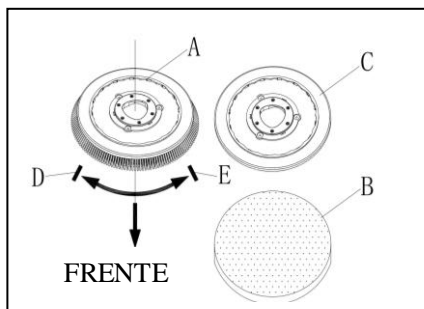

Figura 5
Instale o suporte da escova (A, Figura 5) ou esponja (B e C, Figura 5) de acordo com o tipo de chão a ser limpo.
1. Certifique-se que o interruptor power (45) está desligado na posição "o".
2. Levante o tanque (25) erguendo o guidão (2).
3. Rode o suporte da escova (A, Figura 5) ou esponja (B/C, Figura 5) para a direita (direção da seta D, Figura 5) para instalar no suporte.
4. Rode o suporte da escova ou esponja para a esquerda (direção da seta E, Figura 5) para desinstalar do suporte.